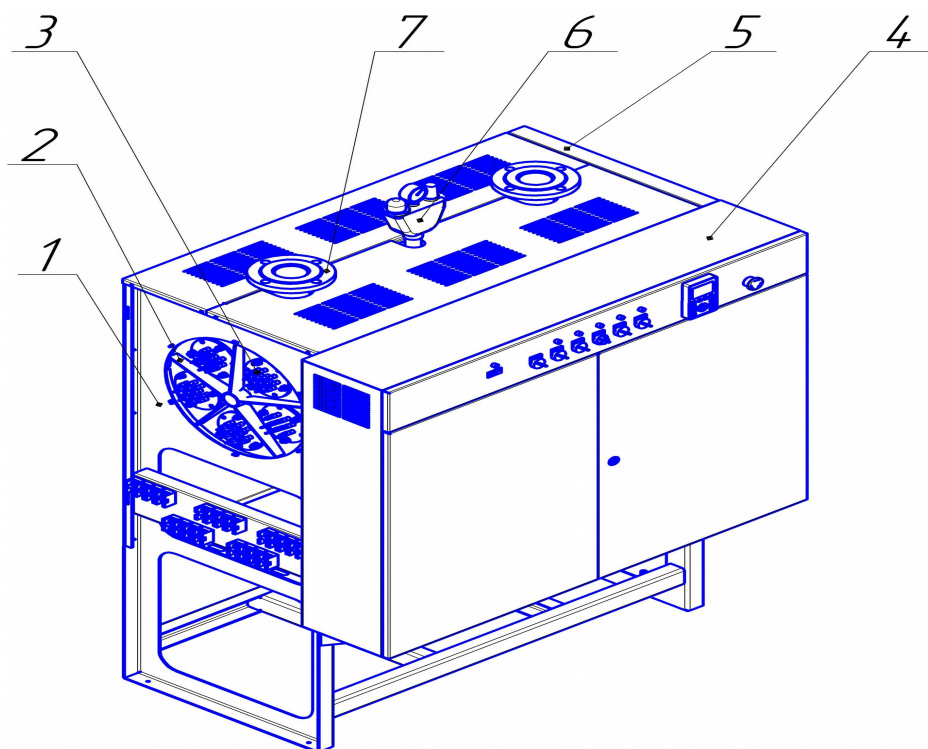
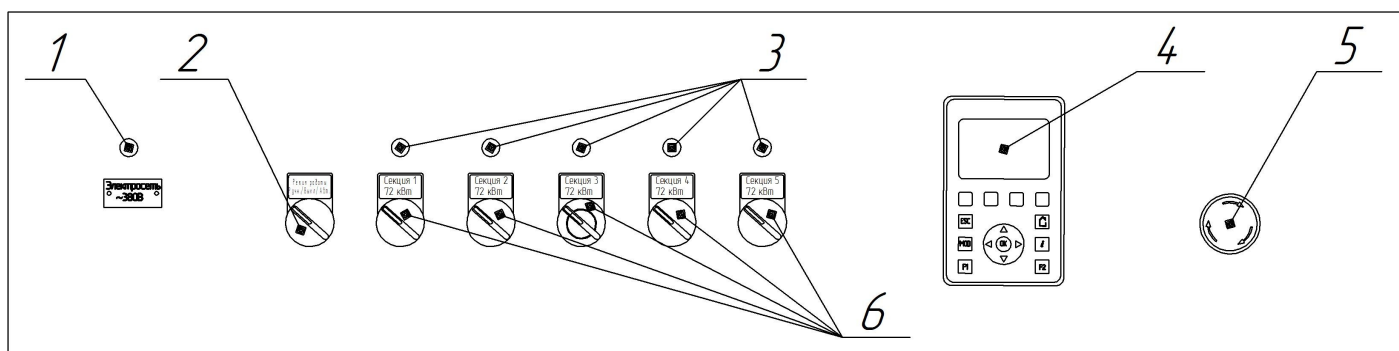

Рис. 1 Конструкция электроводонагревателя
Рис. 2 Панель управления
Конструкция ЭВН-К и его элементы показаны на рис.1.
На панели управления (рис.2) шкафа 4 (рис.1) расположены следующие элементы (см. таб.2). В автоматическом и ручном режимах работы ЭВН-К обеспечивает автоматическое поддержание
температуры теплоносителя, коммутируя питающее напряжение на нагревательных элементах через силовые контакторы. Для экстренного выключения ЭВН-К необходимо нажать на аварийный выключатель 5 (рис.2). Для возврата его в исходное положение следует повернуть ручку по направлению стрелки (указана на ручке).
5.5 **Внимание!** Отвод воды и пара от группы безопасности 6 (рис.1) организовать в безопасное место.
Ручной режим предусмотрен на случай невозможности эксплуатации котла в автоматическом режиме работы и не является основным рабочим режимом. В ручном режиме ступени регулирования мощности электроводонагревателя (5 ступеней) включаются в работу с помощью переключателей б на панели управления (рис.2). Температура нагрева воды выставляется на капиллярном термостате установленном внутри пульта управления. При превышении температуры выше установленного значения из работы одновременно выводятся все включенные в данный момент ступени регулирования мощности. При понижении температуры ниже установленного значения в работу одновременно будут введены все включенные в данный момент ступени регулирования мощности. Защита от работы без воды в ручном режиме не осуществляется.
В автоматическом режиме подключение ступеней регулирования мощности происходит последовательно, с заданным интервалом времени. Температура нагрева воды выставляется на графической панели 4 (рис.2). При превышении температуры выше установленного значения “Туст.”, из работы последовательно выводятся включенные в данный момент ступени регулирования мощности, начиная с той, которая имеет наибольшую наработку времени. При понижении температуры ниже установленного значения “Туст.” на “Тгист.”, ступени регулирования мощности последовательно включаются в работу, начиная с той, которая имеет наименьшую наработку времени.
- включить нужное количество секций нагрева б (рис.2).
9.9 При возникновении аварийной ситуации для остановки работы ЭВН-К нажать кнопку аварийной остановки 5 (рис.2), при этом вводные автоматические выключатели установленные в электрическом шкафу отключат сетевое напряжение, и индикатор сети погаснет. После устранения причины аварийного отключения для повторного включения необходимо открыть электрический шкаф, перевести рукоятку вводного автоматического выключателя из среднего положения в крайнее нижнее "OFF", а затем перевести в крайнее верхнее "ON".